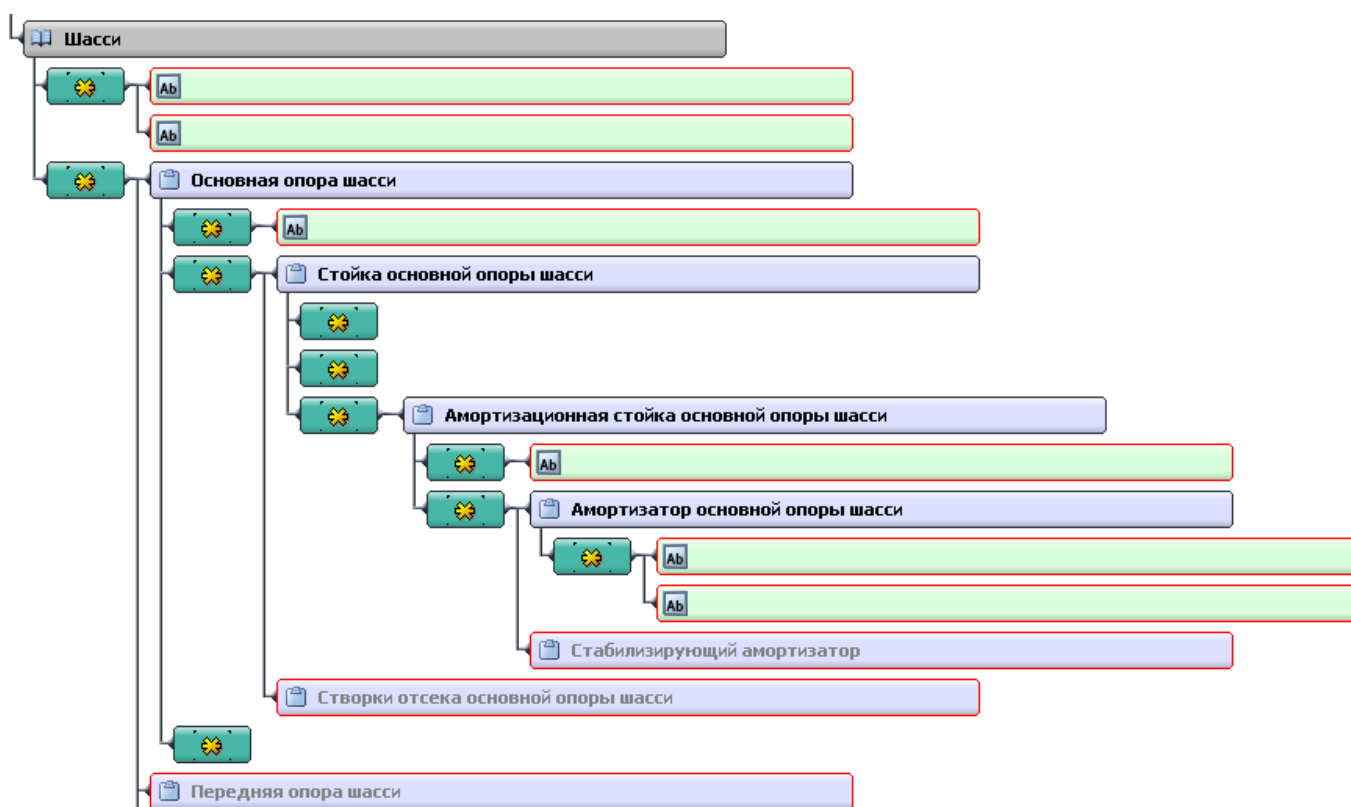

Рис. 2.50
- Разверните структуру элемента «Амортизатор основной опоры шасси». Создайте второй **Модуль данных**, нажав один раз на прямоугольник со значком индикатора . (Рис. 2.50).
Структура проекта создана (Рис. 2.50).